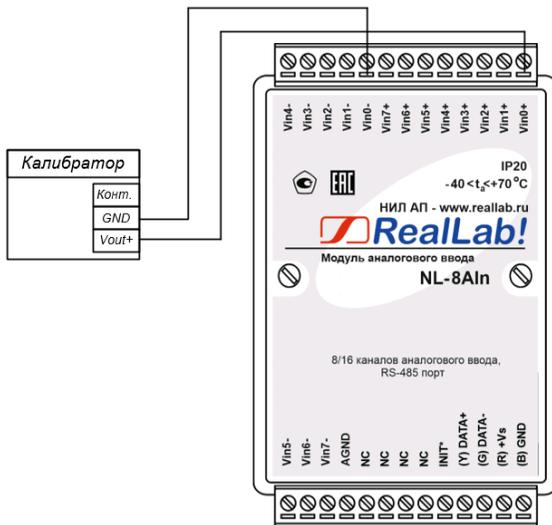
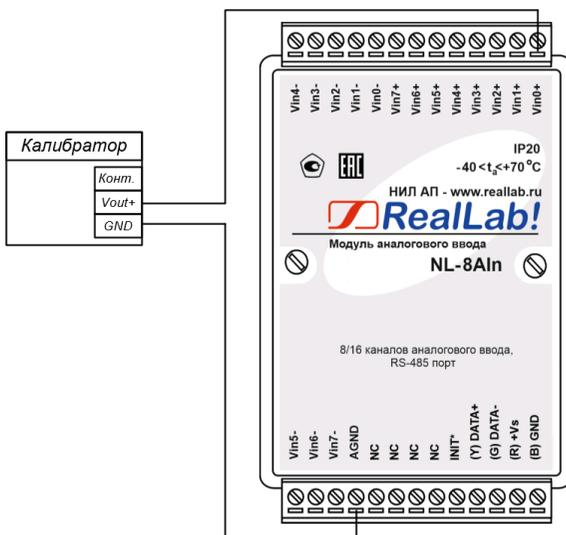

Рис. 4.1. Соединение приборов для юстировки диапазонов напряжений в дифференциальном режиме измерения модулей NL-8AIн и NL-8AIн-3
Рис. 4.2. Соединение приборов для юстировки диапазонов напряжений в одиночном режиме измерения модуля NL-8AIн и NL-8AIн-3
- подключить калибратор к нулевому каналу модуля проводом минимальной длины (для дифференциального режима - в соответствии с рис. 4.1, для одиночного режима – в соответствии с рис. 4.2);